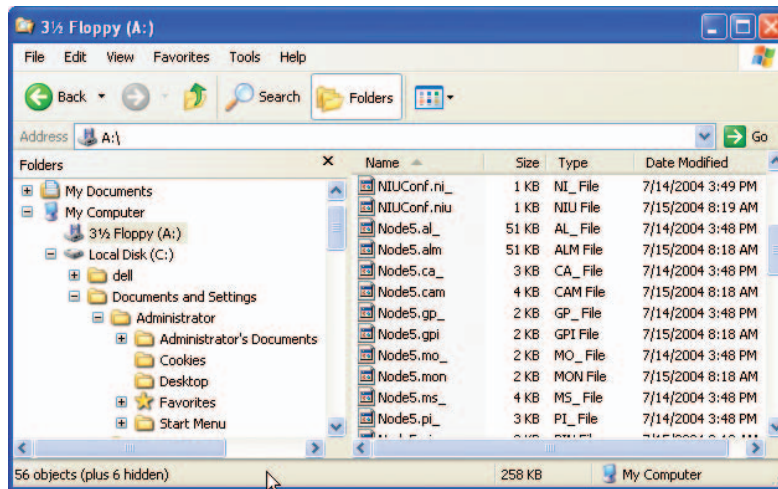

Figure 38. Fichiers de configuration et fichiers de configuration renommés
- **Rename** — Cette option donne un nouveau nom à chaque fichier de configuration de la disquette dont le nom est identique à celui d'un fichier en cours d'exportation. La fonction Rename change le nom en remplaçant la dernière lettre de l'extension du fichier par un trait de soulignement, tel qu'indiqué à la Figure 38.
AVERTISSEMENT AU SUJET DE LA FONCTION RENAME : Si vous utilisez plusieurs fois les options Export et Rename, vous écrasez les fichiers (existants) que vous avez précédemment renommés. Par exemple, vous pouvez voir les fichiers de configuration suivants à la Figure 38 :